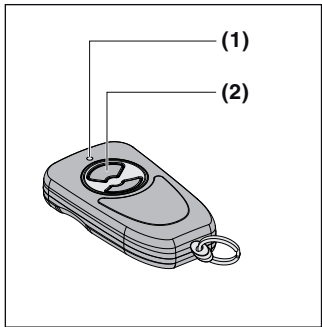

Fig. 1
- Gerätebeschreibung (Fig. 1)**
- Den Handsender verwenden (Fig. 1)**
- Description de l'appareil (fig. 1)**
- Utilisation de l'émetteur (fig. 1)**
- Beschrijving van het toestel (fig. 1)**